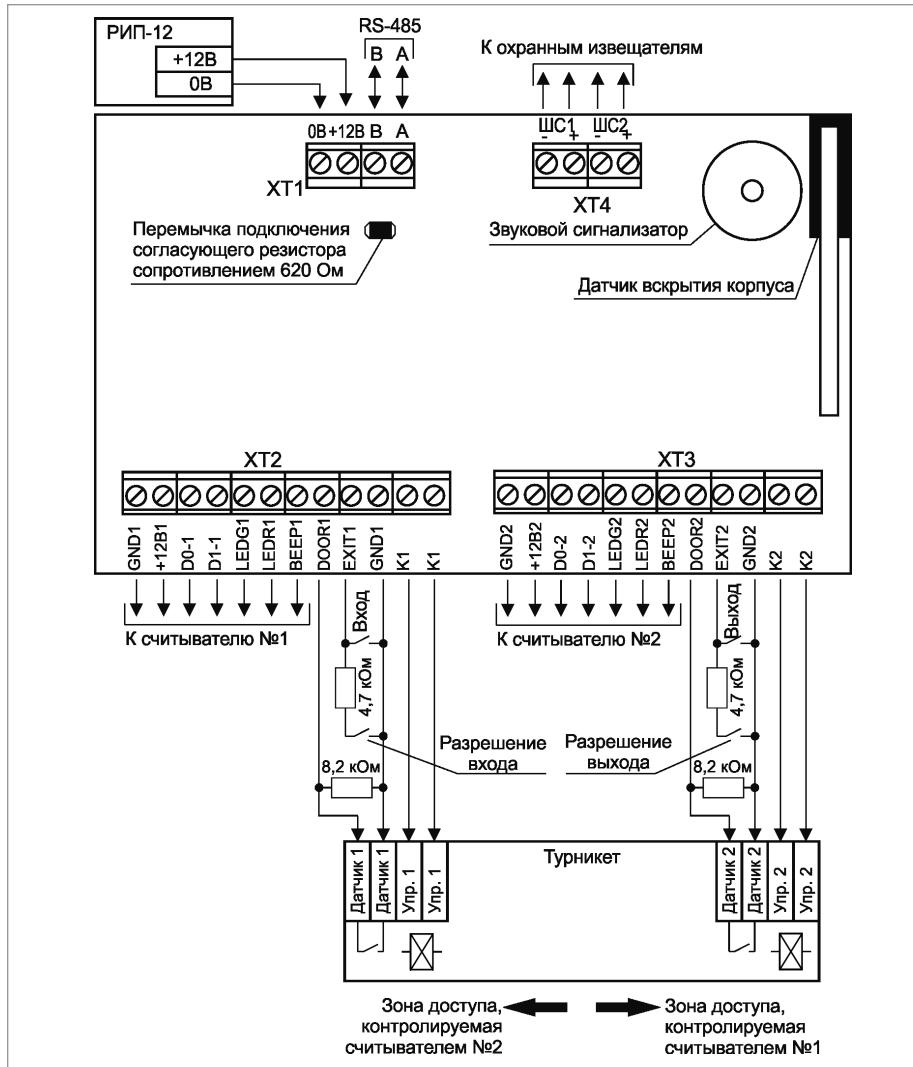
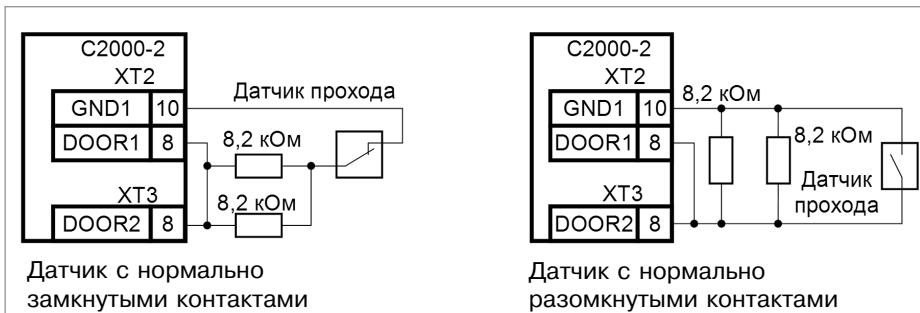
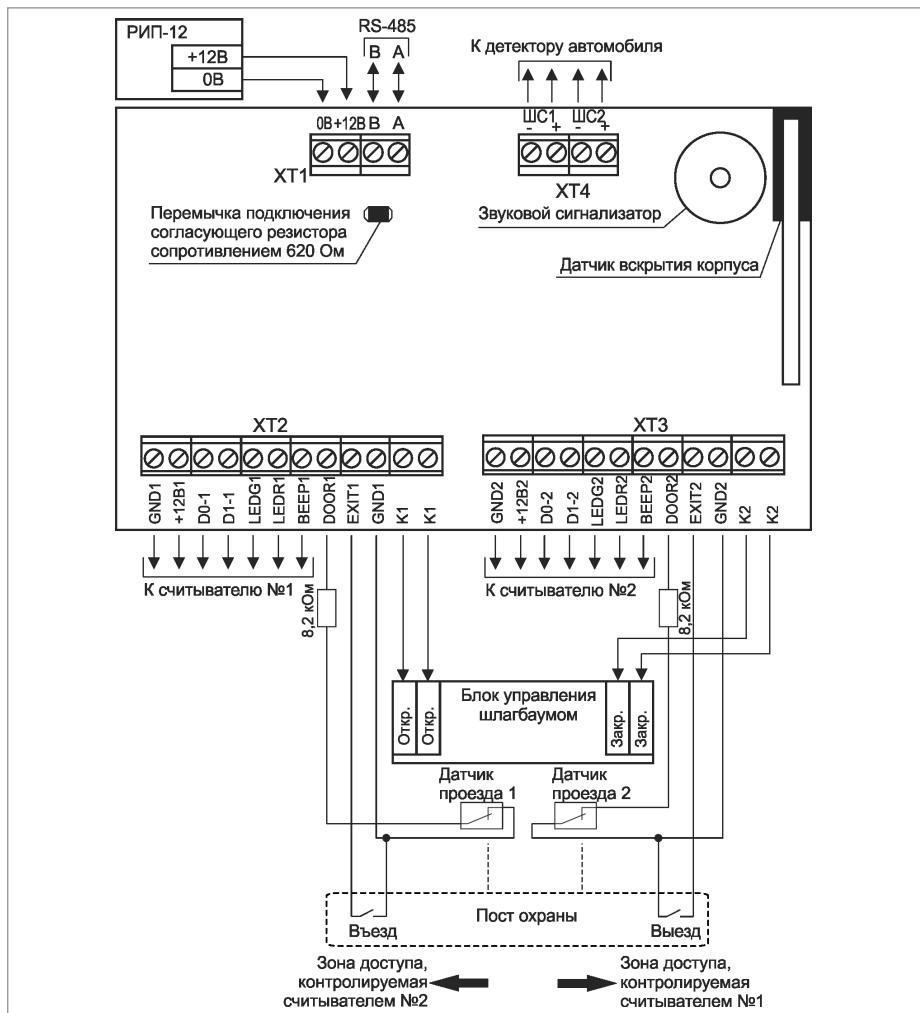
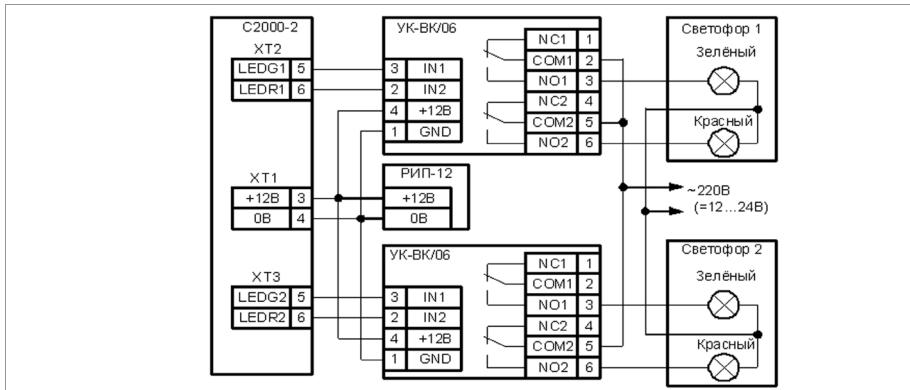

Рисунок 4. Схема подключения контроллера «C2000-2» в режиме «Турникет»
Рисунок 5. Схема подключения одного датчика прохода (проводорта)
Рисунок 6. Схема подключения контроллера «C2000-2» в режиме «Шлагбаум»
Рисунок 7. Схема подключения светофора к контроллеру «C2000-2» в режиме «Шлагбаум»
10. Подключение в режиме «Турникет» (рис. 4). Если турникет имеет один датчик проворота, срабатывающий при любом направлении прохода, то он подключается параллельно к соответствующим входам обоих каналов контроллера, как показано на рис. 5.
11. Режим «Шлагбаум» (рис. 6). Если вместо двух датчиков проезда используется один, то он подключается параллельно к соответствующим входам обоих каналов контроллера (см. рис. 5). Светофоры, если они указаны в проектной документации, подключаются через релейные усилители «УК-ВК/06» (см. рис. 7).